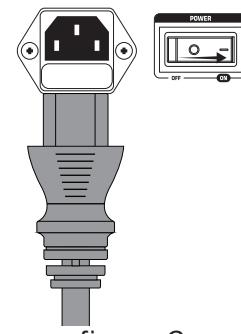

figure 3
5. Brancher le câble d'alimentation fourni sur l'Entrée d'Alim. Secteur située à l'arrière de l'enceinte. Brancher le câble d'alimentation dans une prise de secteur (figure 3).